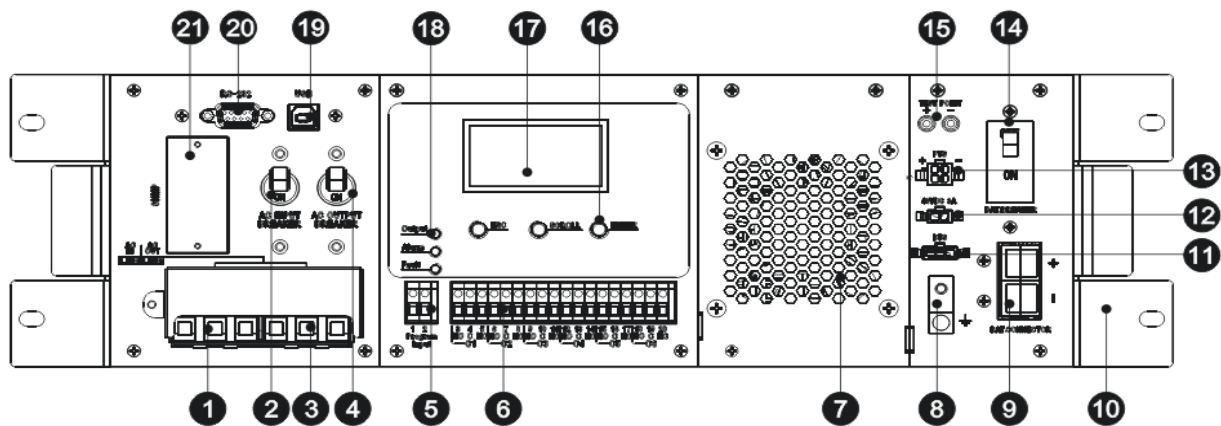

Рис.1 Лицевая панель.
Вид лицевой (передней) панели ИБП с органами подключения, управления и индикации показан на рис.1
1. Включить батарейный автомат на передней панели ИБП (поз.14 рис.1). Включатся вентилятор и все индикаторы лицевой панели, станет активным дисплей и отобразит экран загрузки.
2. Включить входной автомат на передней панели ИБП (поз. 2 рис.1). После проверки корректности входного напряжения и внутреннего тестирования на экране появится начальная страница с информацией о дате, модели ИБП, величине выходного напряжения и мощности нагрузки (в процентах от номинальной).
Выключить входной автомат ИБП (поз. 2 рис.1). На экране дисплея отобразится **BATTERY**, и индикатор **OUTPUT** будет мигать, отображая режим работы ИБП от батареи.
Включить входной автомат ИБП (поз. 2 рис.1). После проверки корректности входного напряжения ИБП перейдет в режим работы от входного напряжения и индикатор **OUTPUT** будет гореть постоянно.